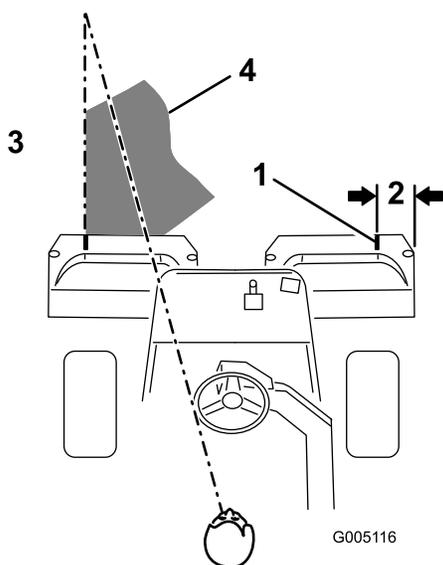

Figure 36
**Remarque:** Pour vous aider à traverser le green en ligne droite et à maintenir la machine à égale distance du bord de la passe précédente, établissez une ligne de vision imaginaire à environ 1,8 à 3 m en avant de la machine jusqu'au bord de la partie non coupée du green (Figure 36). Certaines personnes trouvent utile de faire passer la ligne de vision par le bord extérieur du volant, c.-à-d. de maintenir le bord du volant aligné sur un point se trouvant toujours à la même distance par rapport à l'avant de la machine.